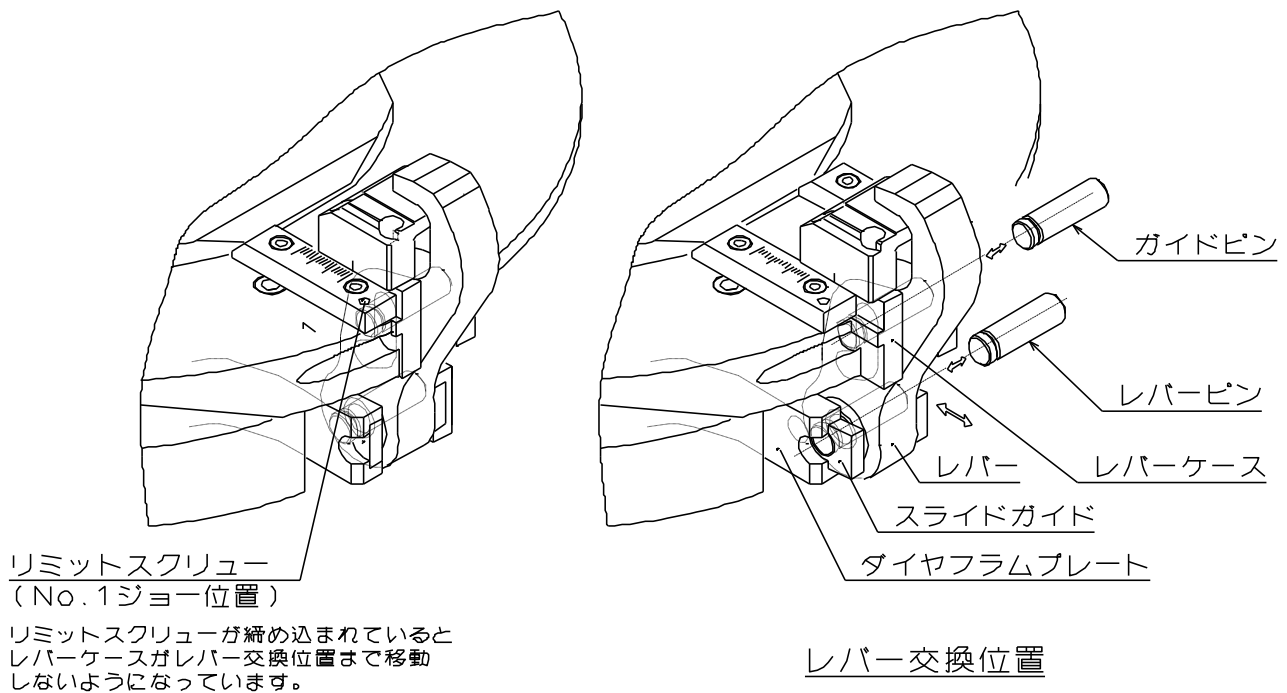

図 7
- ② 図 7 に示したリミットスクリューを緩めてください。リミットスクリューが締め込まれた状態だと、プライマリーギヤを回してもレバーケースが途中で止まり、レバー交換位置まで移動しないようになっています。
- ③ 付属のレバー位置段取り替え用ハンドルをハンドル挿入位置に差込んでセンタギヤを回転させ、ガイドピンとレバーピンが見える位置までレバーケースを移動させてください。
- ④ ガイドピンとレバーピンを取り外し、レバーを取り外してください。
- ⑤ 固定治具を目的のホイールサイズに対応する物と交換してください。
- ⑥ ④項と逆の要領で目的のホイールサイズに対応するレバーを取り付けてください。
- ⑦ ③項と逆の要領でレバー位置段取り替え用ハンドルを回し、目的のホイールサイズの位置になるようレバーケースを移動させて下さい。この時、コテイジグの合いマークが必ずホイールサイズ目盛内にあることを確認してください。
- ⑧ ②項と逆の要領でリミットスクリューを締め込みます。
- ⑨ ①項と逆の要領で回り止めラックを押し込みます。この時、回り止めラックにはクリックストップがついていますので、この手応えがあるまで完全に押し込んでください。